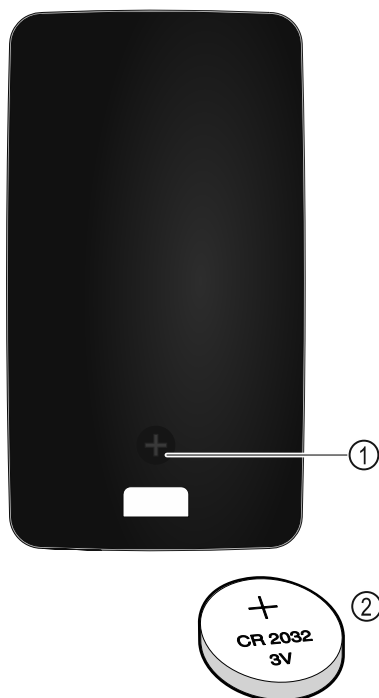

Fig. 255
Diaľkové ovládanie je napájané batériou typu CR 2032 s 3 V Fig. 255 (2), ktorú si môžete kúpiť v špecializovanom obchode.
- ▶ Vyskrutkujte skrutku Fig. 255 (1) na zadnej strane diaľkového ovládania.